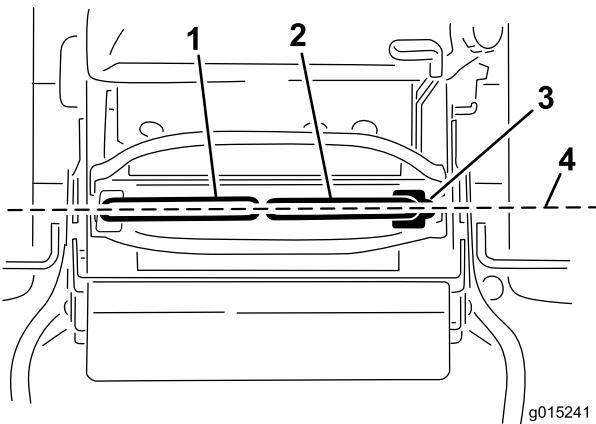

図 19
重要 Eコントロールレバーの調整が終わったあとは、試運転を行なって走行状態を確認してください。コントロールレバーの前後整列調整も、同じ手順で行ないます (図 19)。
- まず最初に水平調整を行い、その後に前後調整を行うようにしてください（図 19）。